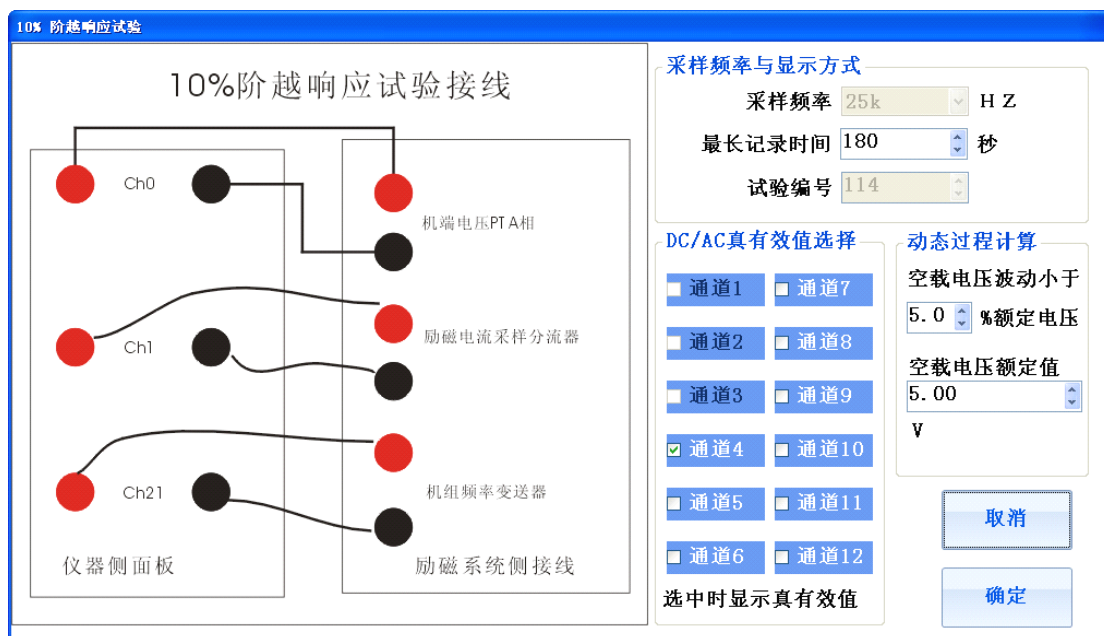

图 36 励磁系统 10%阶跃试验参数设置
1) 按照图 36 所示的试验参数设置界面连接测试线，获取测试信号